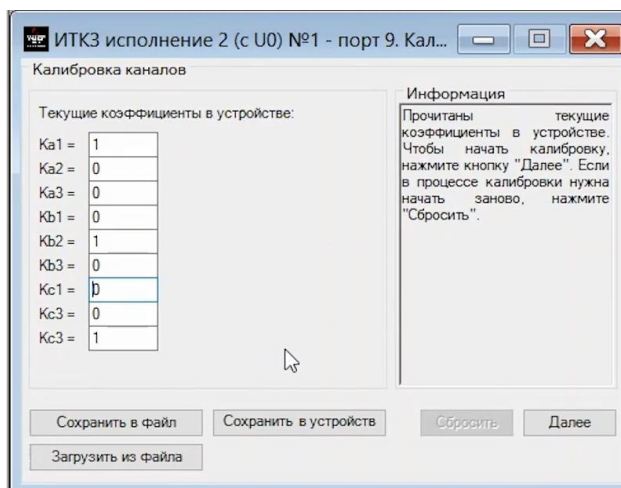

Рисунок 5.5 – Окно «Калибровка каналов» ИТКЗ-01 в «УниКоне»
1. Открыть меню «Калибровка» в «УниКоне» (рисунок 5.5). Если модуль скалиброван, то на экране появится предупреждающее окно, спрашивающее подтверждение о перекалибровке устройства (рисунок 5.6). Заводские значения коэффициентов: